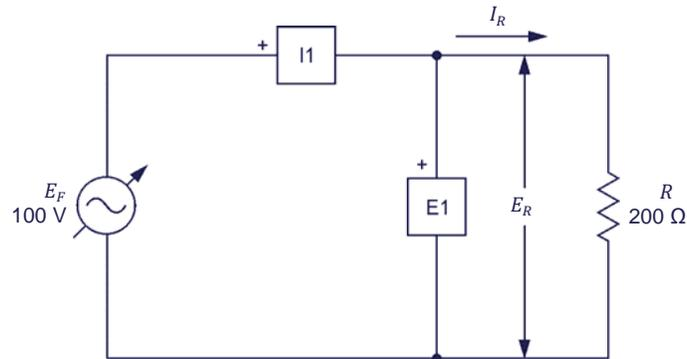

Figura 3-5. Circuito ca con un resistor y configurado para realizar mediciones de potencia.
6. Monte el circuito mostrado en la figura 3-5.
8. Calcule la potencia activa P disipada en el resistor del circuito mostrado en la figura 3-5.